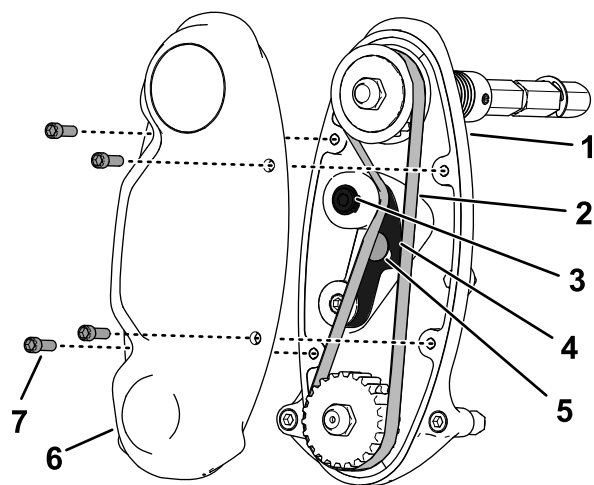

Figura 17
2. Desaperte o parafuso do braço intermédio e rode o braço (Figura 17) para libertar a tensão na correia.
3. Retire a correia (Figura 17).
1. Retire a cobertura da correia para expor a correia (Figura 17).
6. Instale a correia e tensione a correia aplicando 4 a 5 N·m no hexagonal interno do braço intermédio mostrado na Figura 17.